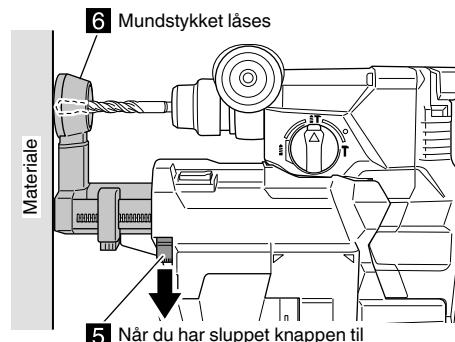

Fig. 7
- (4) Slip knappen til mundstykketjustering for at låse mundstykkets position. (Fig. 7)